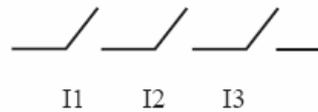

Figura. B.1. Contactos normalmente abiertos en serie
AND: Es la conexión serial de cierto número de contactos normalmente abiertos (NO) como se muestra en la Figura B.1.